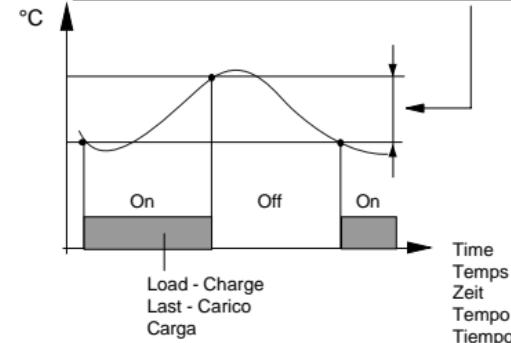

Fig. 28
### Changing the differential (fig. 28):
### Modification du différentiel (fig. 28):
### Änderung des Differentialwerts (Abb. 28):
**Modifica del differenziale** (fig. 28):
**Modificación del diferencial** (fig. 28):